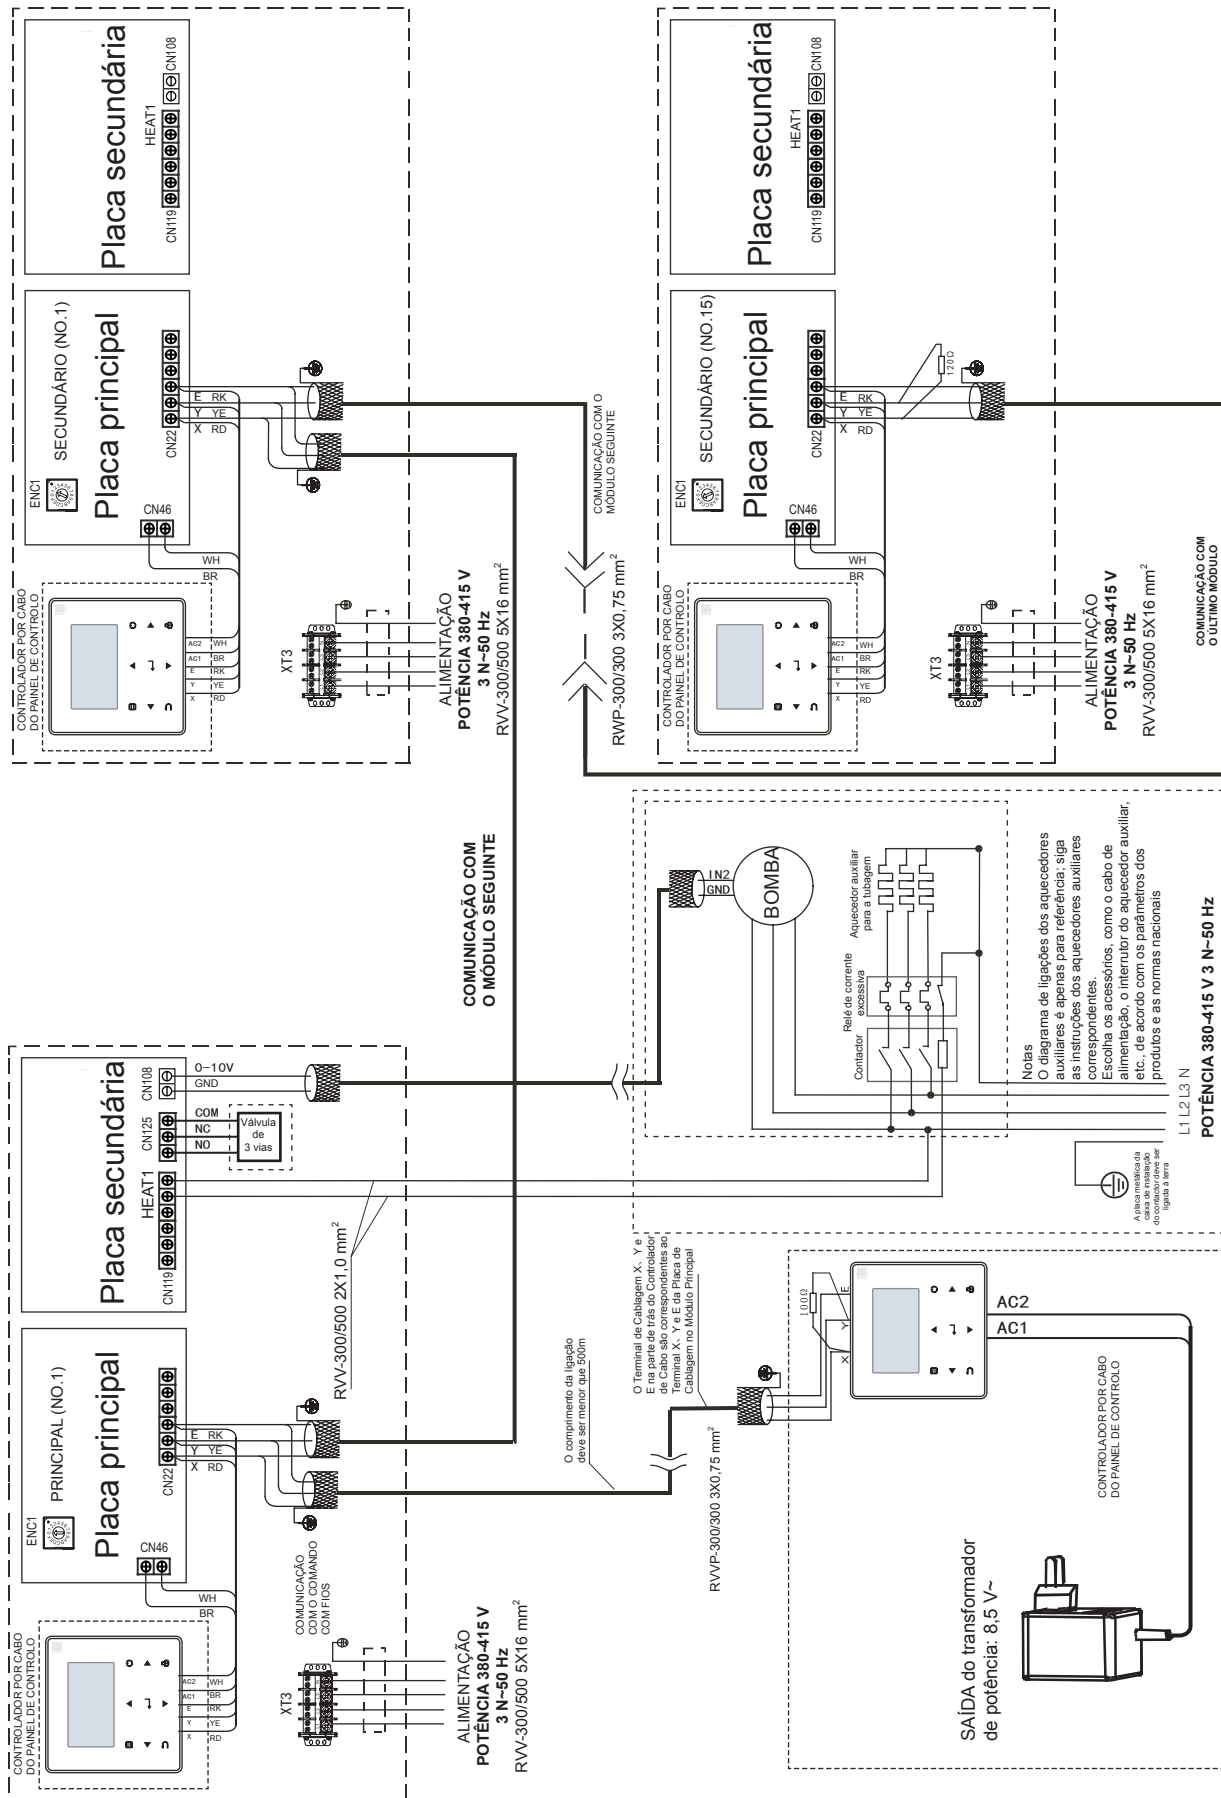

Fig. 8-18. Esquema de comunicação de rede da unidade principal e unidade auxiliar para 110 kW
c) As unidades devem ter controladores de unidade principal (consulte a Fig. 8-18 para o diagrama de cablagem dos controladores).